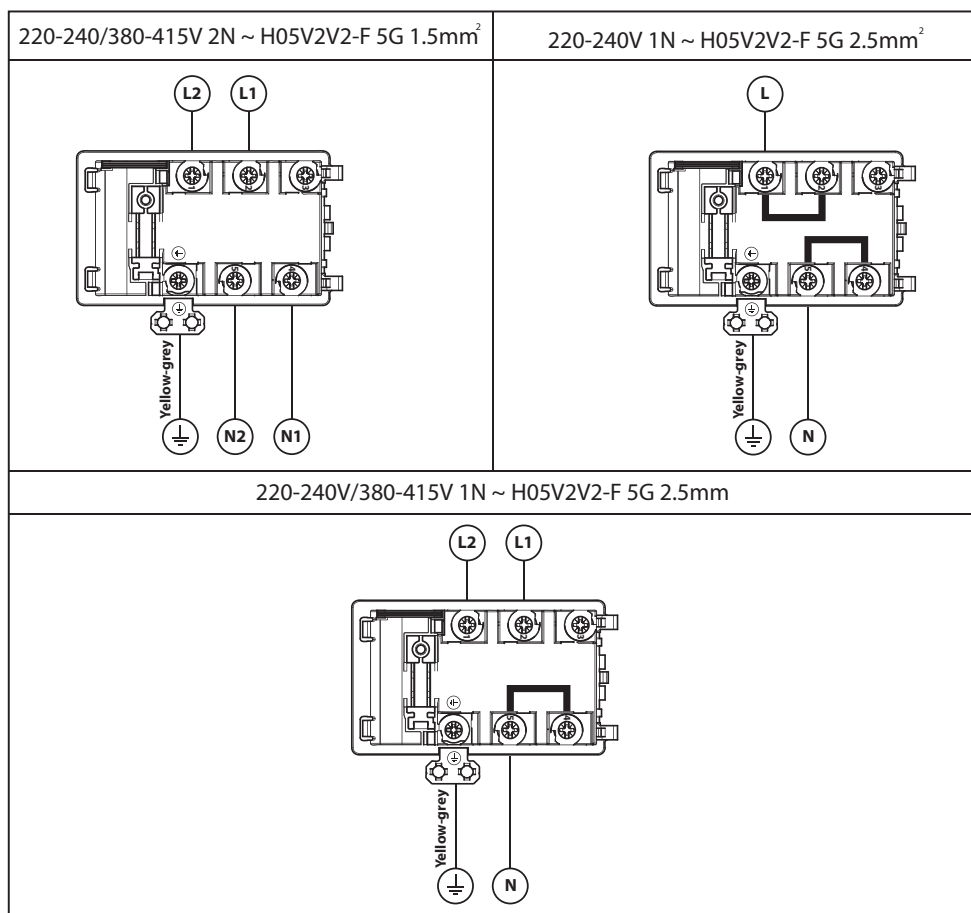

Fig.9
• Connessioni elettriche (Fig.9)